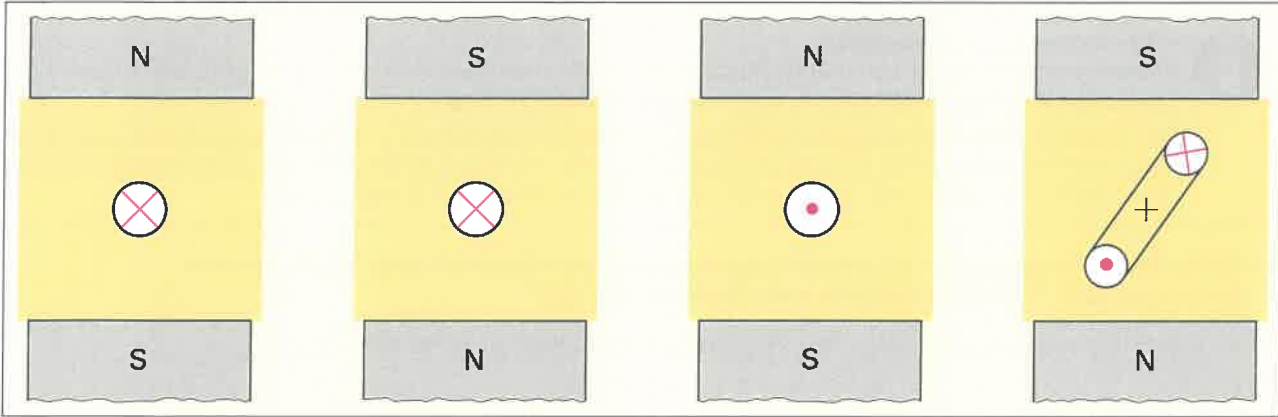

Bild 1: Stromdurchflossene Leiter und Leiterschleife im Magnetfeld eines Dauermagneten
5. a) Zeichnen Sie im **Bild 1** und **2** das entstehende Gesamtmagnetfeld ein.